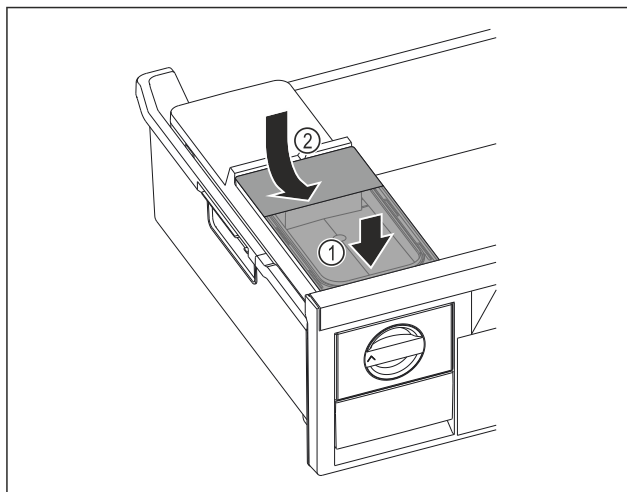

Fig. 72
- ▶ Sett fast fronten på vannbeholderen. Fig. 72 (1)
- ▶ Senk vannbeholderens bakdel. Fig. 72 (2)